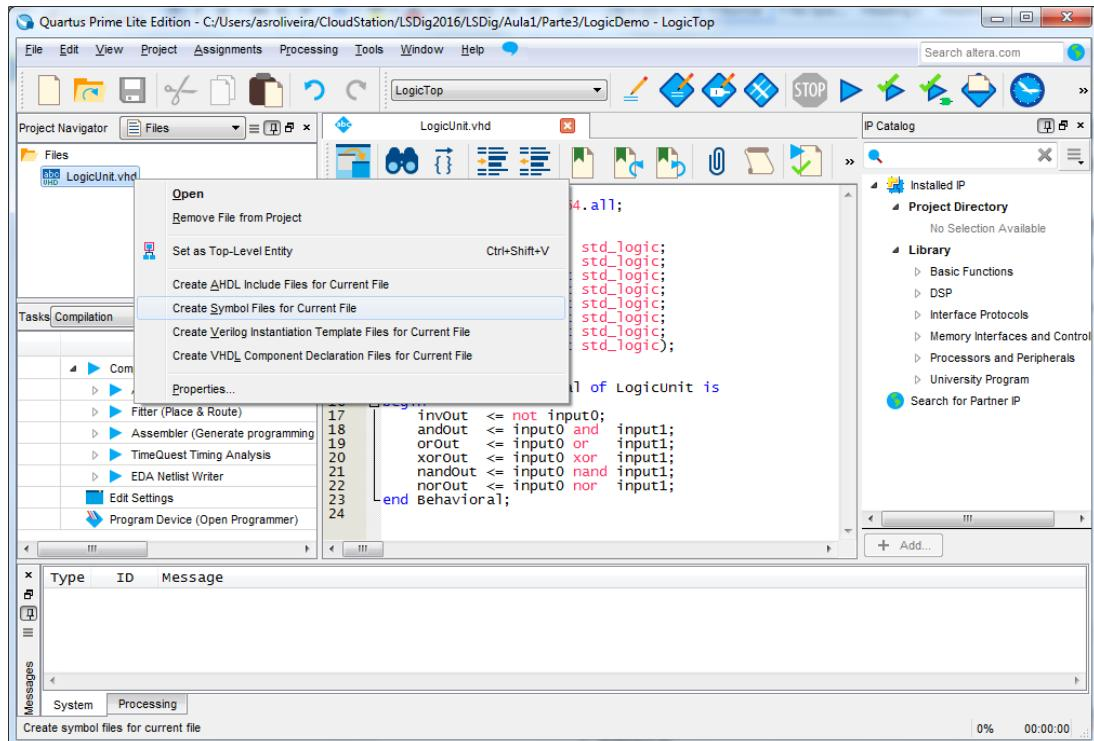

Figura 54 – Criação de um símbolo para um módulo de forma a poder ser utilizado num diagrama esquemático.
- 5.** Para poder instanciar num diagrama esquemático o módulo “LogicUnit.vhd” escrito em VHDL é necessário criar um símbolo tal como ilustrado na Figura 54.